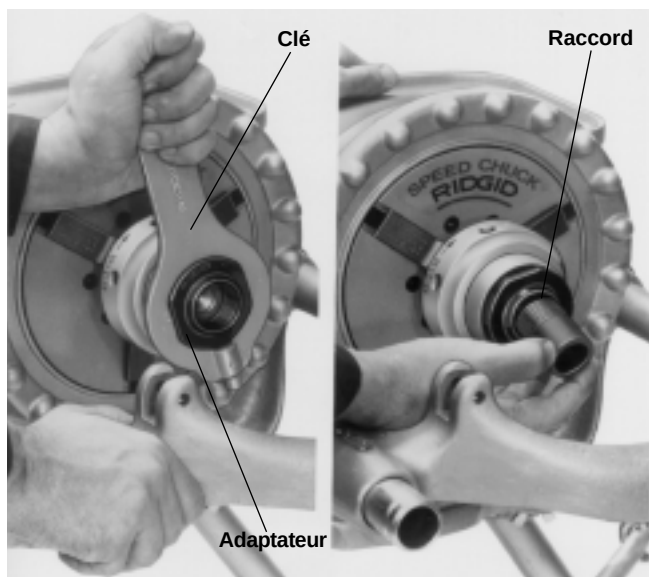

Figure 24 – Installation de l'adaptateur de raccord et du raccord
- Sélectionnez l'adaptateur approprié et vissez-le dans le mandrin à raccords (Figure 24) à la main. Serrez-le avec la clé fournie avec le mandrin à raccords.
- Vissez l'extrémité fileté du raccord (Figure 24) dans l'adaptateur manuellement. Tournez le commutateur directionnel à la position ON et appuyez sur la pédale de commande. Alésez et filetez l'autre extrémité.